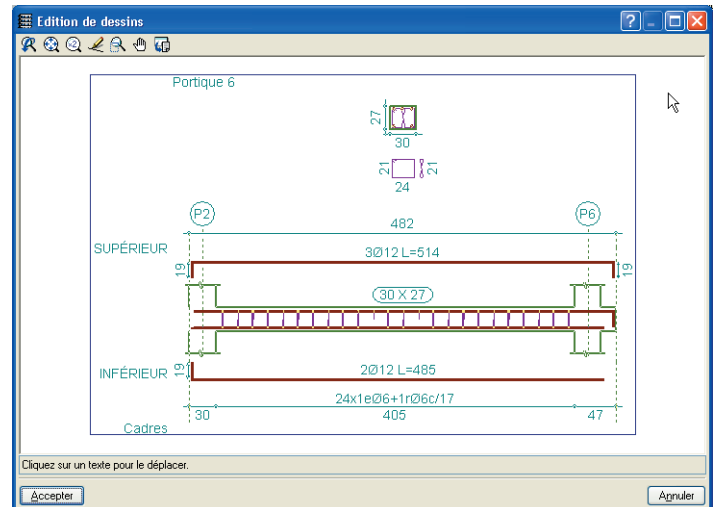

Fig. 14.140
- Pour modifier la position des textes, cliquez sur **Dessins > Editer objet** puis sur l'objet à modifier. Dans la fenêtre **Edition de dessins** (Fig. 14.140), vous pouvez effectuer toutes vos modifications.